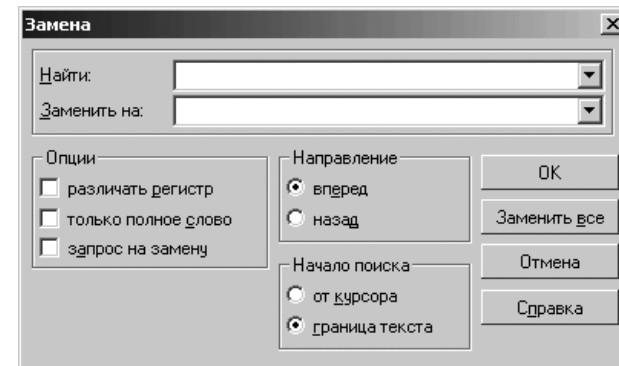

Рис. 5.103. Диалоговое окно **Замена**
- **Заменить** позволяет найти заданный текст и заменить его на другой заданный текст. Вызывается диалоговое окно **Замена**, в котором можно задать различные параметры для замены. Это окно показано на рис. 5.103;